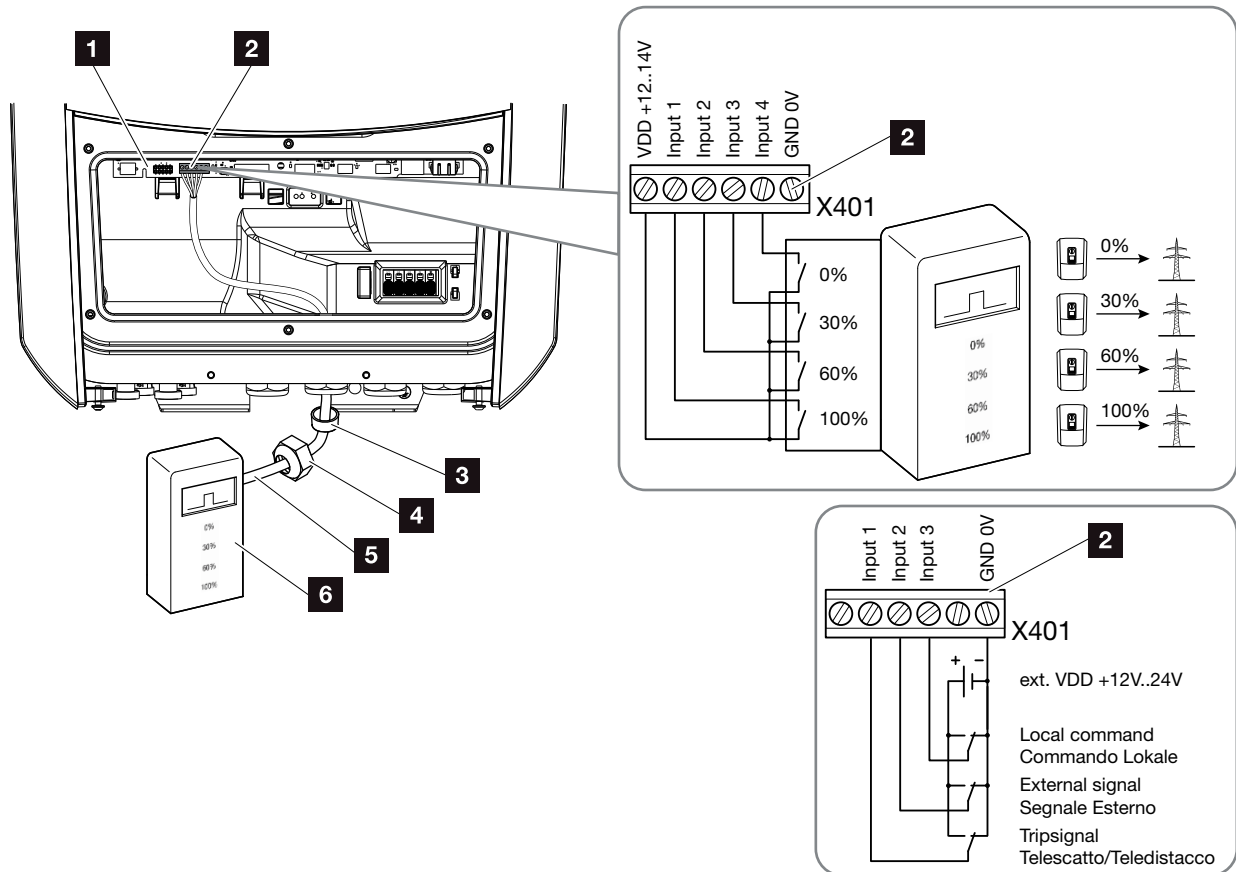

Fig. 29: Ligação do recetor de telecomando centralizado !
4. Ligue o cabo de comunicação no inversor ao borne de ligação para o recetor de telecomando centralizado  **Fig. 29 pos. 2**